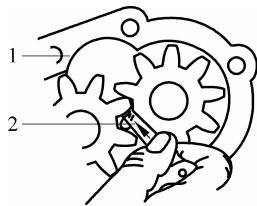

图 3-13 检查齿轮啮合间隙
(4) 泵轴的检查与修理。用百分表检查泵轴是否弯曲,如果指针摆差超过 0.06mm ,应进行校正。主动轴与轴套孔的配合间隙,使用极限为 0.15mm 。从动轴如有明显的单面磨损,可将其压出,把磨损面调转 180° 再压入孔内继续使用。主动轴上端铆固的传动齿轮与泵壳尾端之间的间隙一般为 $0.025\sim 0.075\text{mm}$,最大不超过 0.12mm ,超过时可在泵壳尾端焊修或加垫调整。
(5) 齿轮啮合间隙的检测。检查主、从动齿轮啮合间隙方法为用塞尺在互成 120° 处分三点测量(见图 3-13)。齿隙增大的原因,是由于齿轮的磨损或主动轴与泵壳、从动轴与齿轮轴孔之间磨损引起的。如果齿轮磨损不严重,可将齿轮转面使用;如磨损超过使用限度,应成对更换齿轮。主、从动齿轮与传动齿轮齿面上如有毛刺,可用油石光磨。